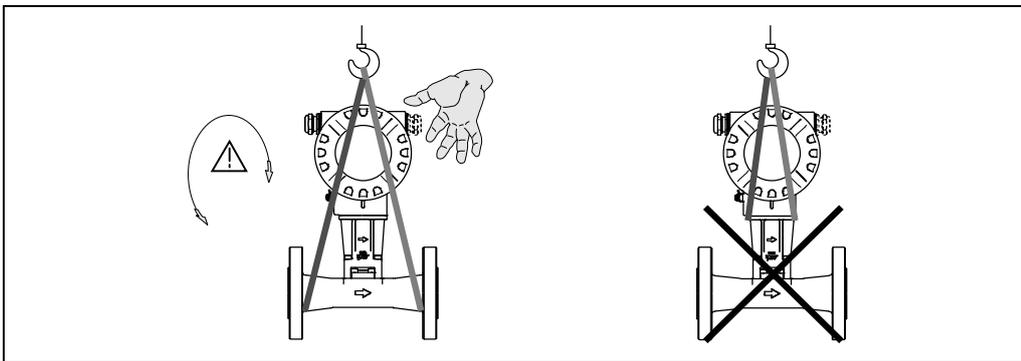

Abb. 2
- Messgeräte der Nennweiten DN 40 – 300 dürfen für den Transport nicht am Messumformergehäuse oder am Anschlussgehäuse der Getrenntausführung angehoben werden (siehe Abb. 2). Verwenden Sie für den Transport Tragriemen und legen Sie diese um beide Prozessanschlüsse. Ketten sind zu vermeiden, da diese das Gehäuse beschädigen können.